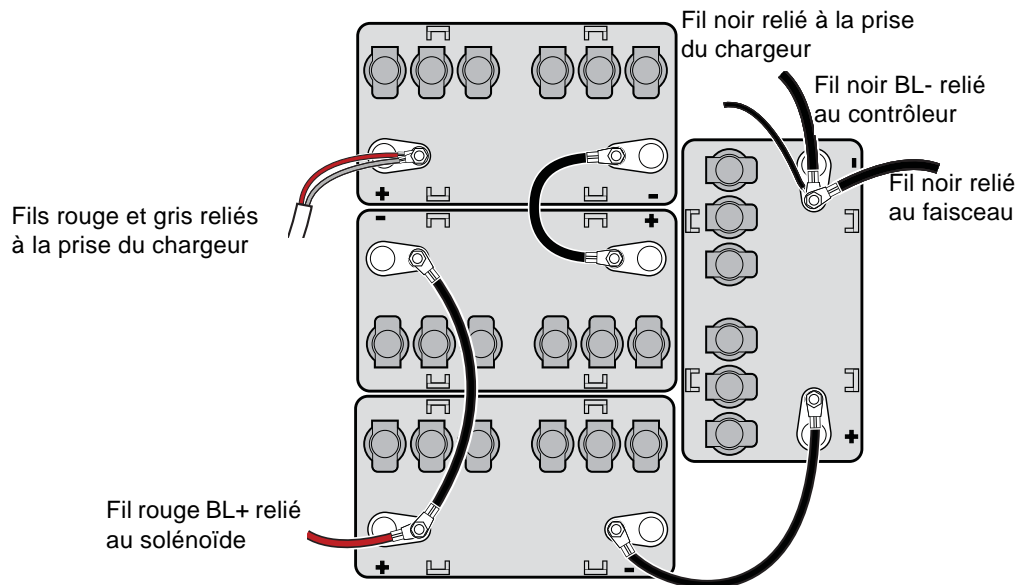

Fig. 27 Connexions des batteries
13. Replacer soigneusement les fils sur les bornes de batterie comme illustré (Consulter Fig. 27). S'assurer de rebrancher en dernier le câble de batterie négatif (-) principal, BL-, relié au contrôleur.